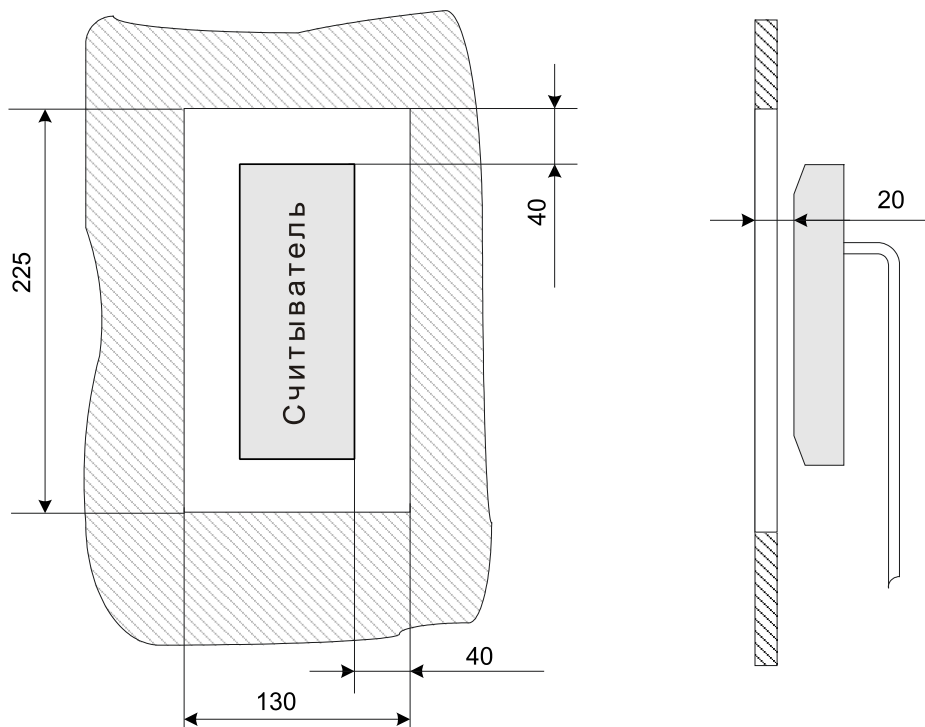

Рисунок 2. Установка считывателя за металлической поверхностью
- При установке считывателя за металлической поверхностью, в ней необходимо вырезать окно, напротив которого, равноудалено от краев окна, и устанавливается считыватель (см. рис. 2), при этом размеры окна должны быть не менее 225×130 мм. Само окно может быть закрыто неметаллической вставкой (например, из пластмассы), а считыватель